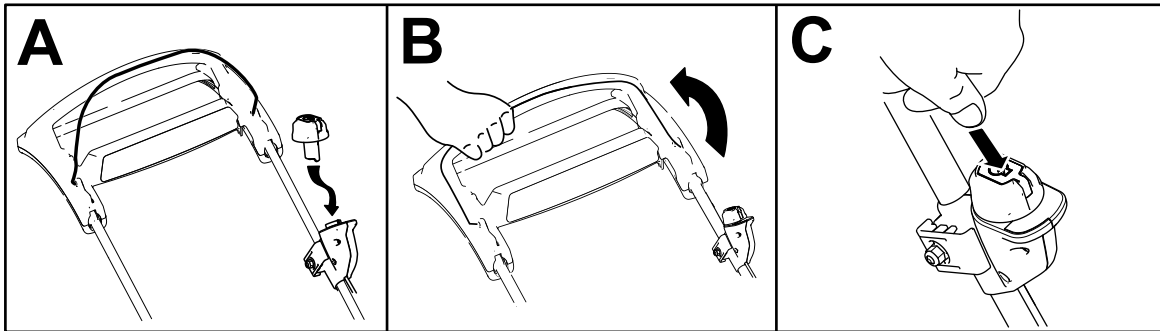

Figura 13
2. Introduceți butonul de pornire electrică în comutatorul de pornire electrică (A din Figura 13).
3. Strângeți bara de comandă pentru lamă și înclinați-o spre mâner (B din Figura 13).
4. Apăsăți butonul de pornire electrică și mențineți-l apăsat până când pornete motorul (C din Figura 13).